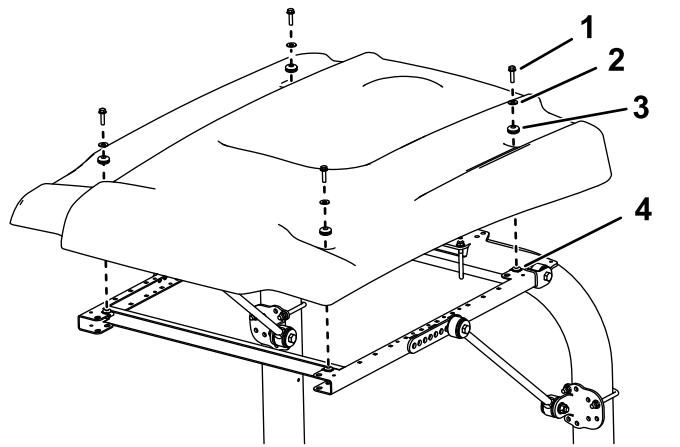

Figure 41
16. Fixez légèrement chaque coin du pare-soleil au cadre avec un boulon à embase (5/16" x 1¼"), une petite rondelle et une bague (**Figure 41**).
15. Lors de l'alignement des trous de fixation, positionnez le pare-soleil sur le cadre comme montré à la **Figure 41**.